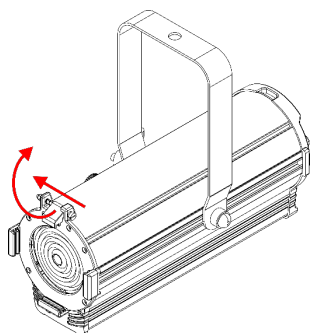
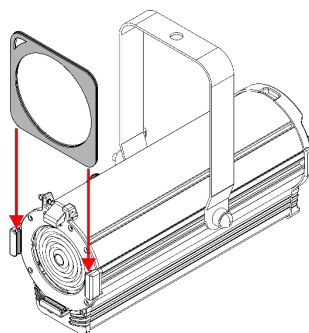

Fig. 13
Fig. 14
- 01) Poussez la **vis à ressort (09)**, soulevez en même temps le **clip pour cadre de couleur (08)** et basculez-le vers l'arrière (voir fig. 13).
- 02) Insérez un gel de couleur ou un filtre de diffusion dans le **cadre de couleur (23)**.
- 03) Insérez le **cadre de couleur (23)** dans les **supports de cadre de couleur (05)** (voir fig. 14).